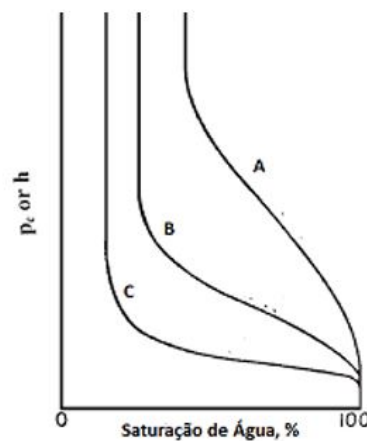

Figura 6.16: Variação da zona de transição com a permeabilidade.
6. A figura 6.16 representa a variação da zona de transição com a permeabilidade. Identifique a curva com a permeabilidade alta, permeabilidade média e permeabilidade baixa.
O tamanho do poro do reservatório pode muitas vezes estar relacionado aproximadamente à permeabilidade. Podemos afirmar que os reservatórios de alta permeabilidade terão zonas de transição mais curtas do que os reservatórios de baixa permeabilidade, como ilustrado graficamente na figura 6.16. Assim sendo: